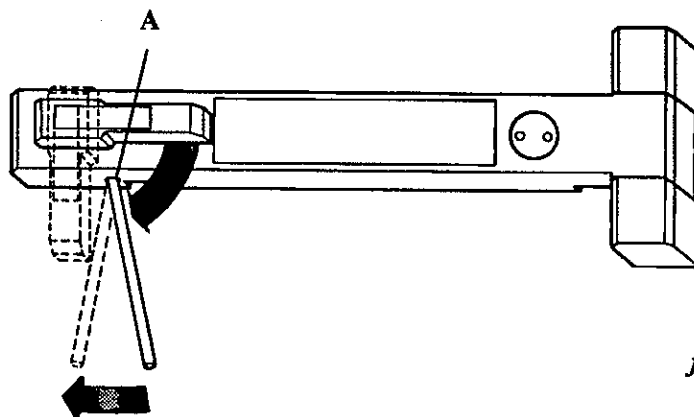

fig. 23
- Completely insert a bar of $\frac{7}{64}$ " diameter through the hole (A) on underside of the door bracket (fig. 23). Move the bar slightly to the left, at the same time turn the door handle in the direction of the arrow.
- Introducir hasta el fondo una varilla de 3mm de diam. en el orificio (A) de la cara inferior del soporte de la puerta (fig. 23). Desplazar la parte inferior de la varilla hacia la izquierda y simultáneamente girar la empuñadura en el sentido de la flecha.
- Introduire jusqu'au fond une baguette de 3 mm de diamètre dans le trou (A) placé à la face inférieure du support de la porte (fig. 23). Déplacer la partie inférieure de la baguette vers la gauche et simultanément tourner la poignée dans le sens de la flèche.